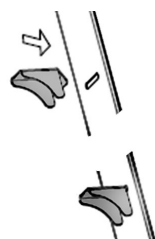

Figure 4.
4. Installez 4 supports à crochet (n° 7) à l'intérieur de l'armoire pour soutenir la tablette. La languette à angle glisse dans les fentes situées le long des bords intérieurs des panneaux latéraux. Assurez-vous que chaque support se trouve à la même hauteur (fig. 4).